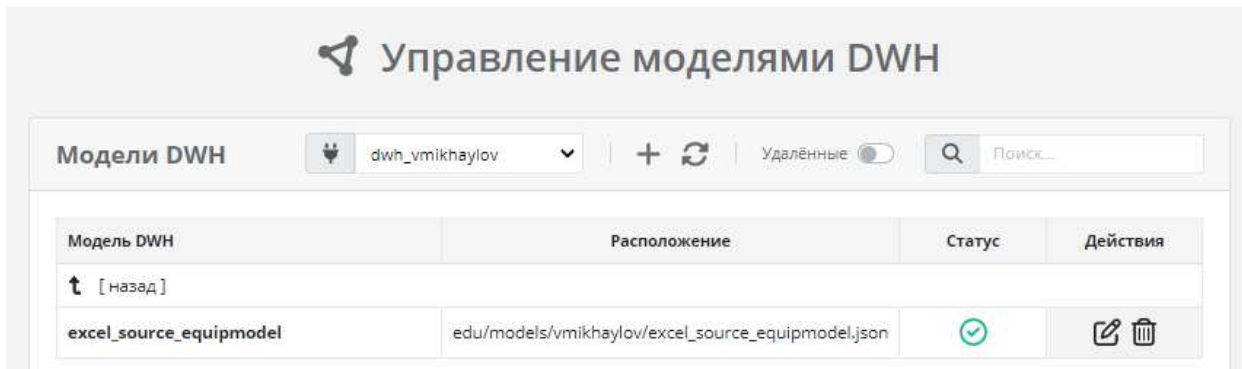

Рисунок 81. Добавленная модель в списке моделей
4) После настройки для сохранения новой модели необходимо нажать кнопку «Создать». Добавленная модель должна появиться в таблице моделей (Рисунок 81).